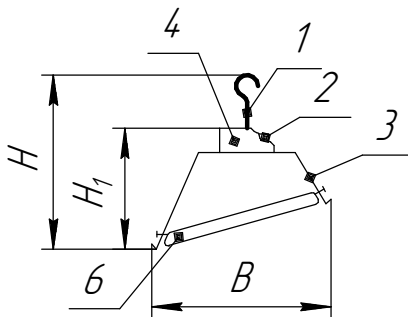

Рисунок 2: 1. Узел подвеса;
6.2 Светильники исполнений 005 "Кососвет" (рисунок 2).